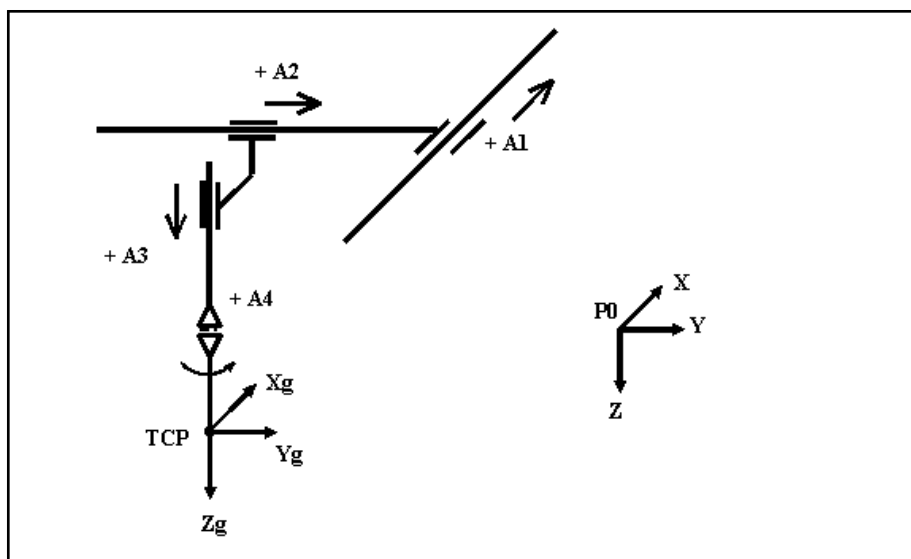

Abb. 18-1: Robotertyp 0, Karteser, 3D-Ansicht
- Abb. 18-1 "Robotertyp 0, Karteser , 3D-Ansicht " auf Seite 262 und